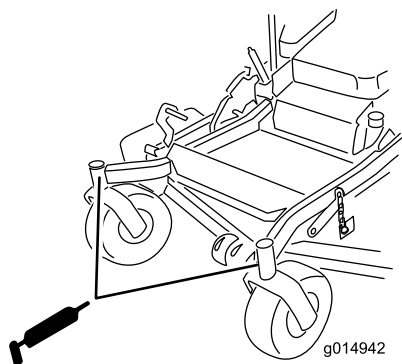

Figure 39
9. Remettez le bouchon hexagonal et le capuchon antipoussière en place (Figure 39).